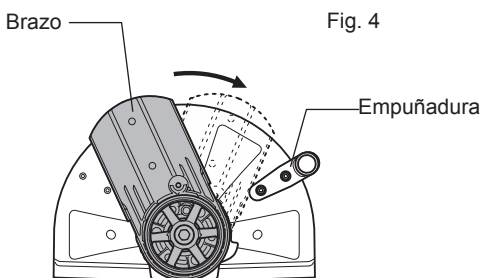

Fig. 4
- Gire el brazo hasta que haga contacto con la empuñadura y manualmente regrese el bloqueo del eje a la posición original. (Fig. 4)